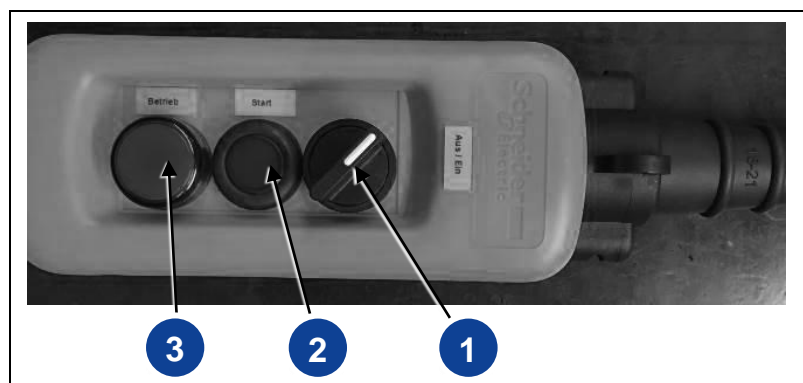

Abb. 5-2: Kabel-Fernbedienung
1. Schalter (Abb. 5-2-(1)) auf Position „Ein“ drehen.
2. Taste „Start“ (Abb. 5-2-(2)) drücken, bis der Motor anspringt.
3. Taste „Start“ (Abb. 5-2-(2)) loslassen.
- ✓ Die Betriebskontrollleuchte (Abb. 5-2-(3)) leuchtet.
3. Schalter (Abb. 5-2-(1)) auf Position „Aus“ drehen.
- ✓ Die Betriebskontrollleuchte (Abb. 5-2-(3)) ist erloschen.